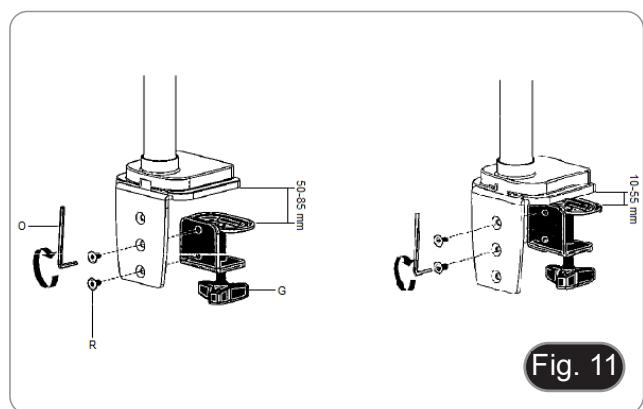

Fig. 11
4. Befestigen Sie die Klammer (G) mit den beiden Schrauben (R) am Klammerhalter (F). (Fig. 11)
- **HINWEIS:** Je nach Dicke des Tisches kann die Klemme (G) in zwei verschiedenen Positionen angebracht werden.